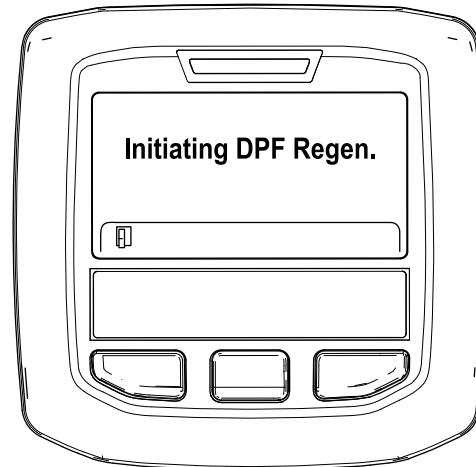

Figura 48
- A. Surge a mensagem “Initiating DPF Regen. (A iniciar Regen. DPF.) (Figura 48).